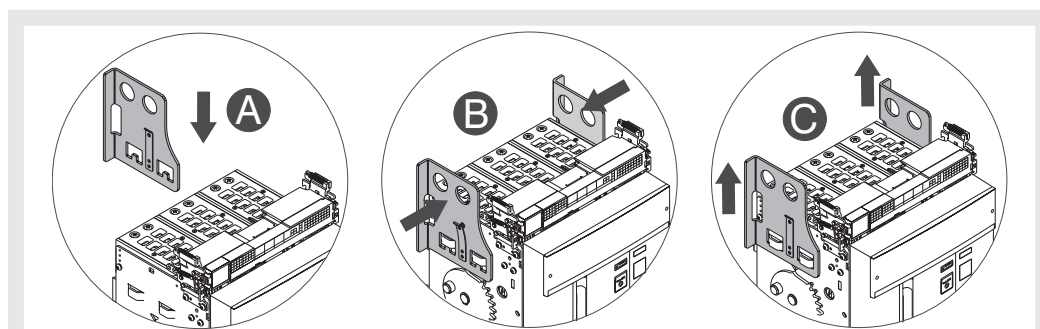

Abbildung 38
3. Die Hebeplatten auf dem beweglichen Teil anordnen, wobei sicherzustellen ist, dass die Lasche der Platten eingerastet ist. Siehe Abbildung 38.